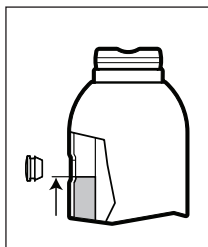
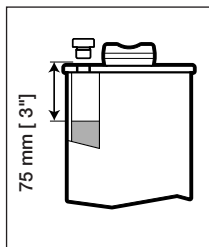

Fig. 5 - Oljestand, alle modeller bortsett fra GBJ100
Fig. 6 - Oljestand, kun modell GBJ100
- Alle modeller bortsett fra GBJ100: Fyll på til oljestanden er omtrent jevnt med den nedre kanten på påfyllingshullet. Se Fig. 5.
- Kun modell GBJ100: Fyll på til oljestanden er ca. 75 mm [3"] under påfyllingshullet. Se Fig. 6.
⚠ ADVARSEL IKKE FYLL PÅ FOR MYE! Med pressen helt inntrukket og jekken i oppreist stilling skal oljestanden ikke være høyere enn vist i Fig. 5 eller Fig. 6 (etter hvilken jekkmodell du har).